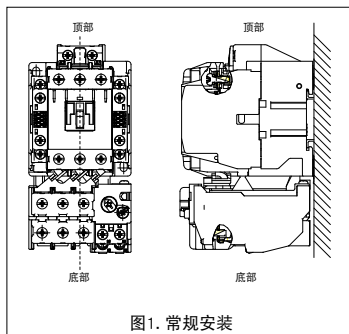
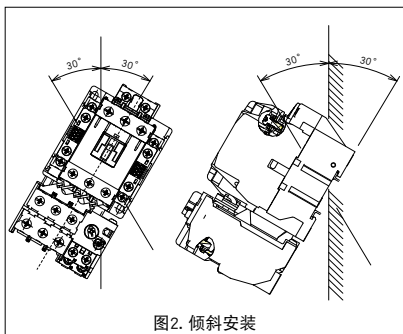

图1. 常规安装
图2. 倾斜安装
- 一般如图1所示沿垂直方向安装设备，但在某些情况下，也可如图2所示将其倾斜安装，但倾角不可超过30°。(图2)